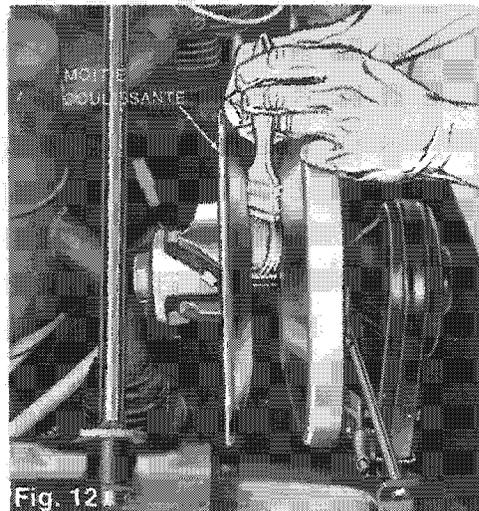

Fig. 12
2. Ouvrez la poulie menée (tournez et poussez la moitié coulissante). Appliquez une légère couche de graisse basse température sur l'axe (fig. 12).